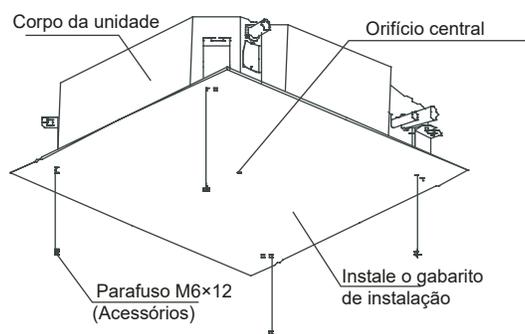

Fig. 4-5
1. Em casas novas, o gancho pode ser previamente instalado (consulte o item 2 acima). Ele deve ter resistência suficiente para suportar a unidade interna e não soltar quando o concreto contrair.
2. Após a instalação do corpo, fixe o quadro do gabarito de instalação no aparelho de ar-condicionado com parafusos (M6x12) para determinar previamente tamanhos e posicionamentos do orifício no teto (consulte a Fig. 4-5).
- Consulte outras ações no item 1 acima.
3. Consulte a instalação no item 3 acima.